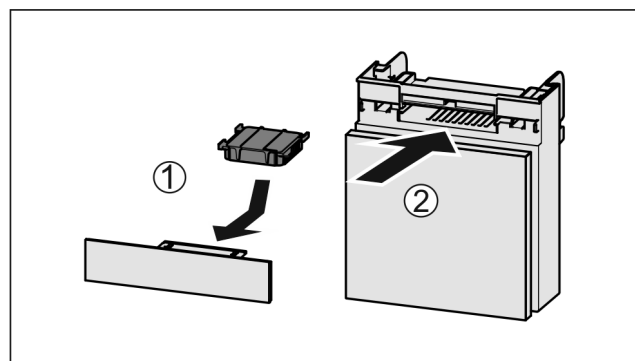

Fig. 188
- Inserire il vano Fig. 188 (2).